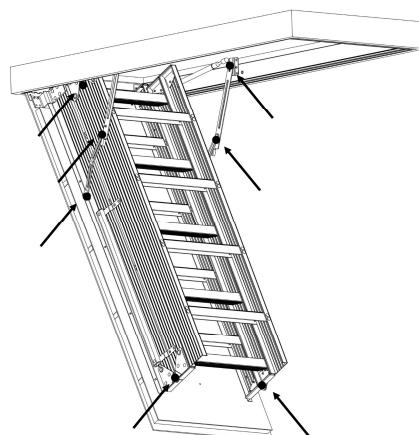

FIGURA 33 : PUNTOS DE LUBRICACIÓN
- 3.- Periódicamente lubrique (se recomienda usar silicona en aerosol) los puntos pivotante del mecanismo del brazo derecho e izquierdo (ensamble de brazo de poder) y cada bisagra para proporcionar un funcionamiento suave y duradero. Siga las flechas en la **Figura 33**.